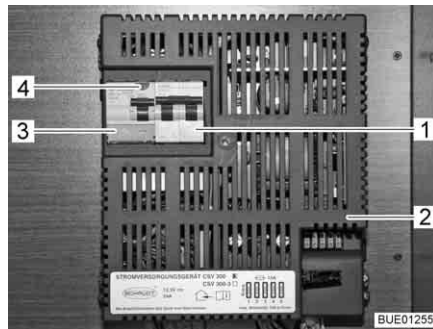

Fig. 114 Disjoncteur automatique de 230 V et disjoncteur FI (CSV 300)
Un disjoncteur différentiel (disjoncteur FI) (Fig. 114,3) dans l'appareil d'alimentation électrique CSV 300 (Fig. 114,2) protège tout le véhicule contre le courant différentiel (0,03 A).
Le réseau de bord de 230 V est protégé par un disjoncteur automatique bipolaire (Fig. 114,1) monté en aval dans l'appareil d'alimentation.
- Lorsque le véhicule est raccordé à l'alimentation 230 V, appuyer sur la touche de contrôle (Fig. 114,4). Le disjoncteur différentiel (disjoncteur FI) doit se déclencher.